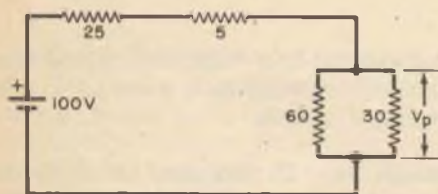

Fig. 18
**Esempio 17** - Trovare la tensione ai capi dei resistori in parallelo della fig. 18. Soluzione:  $60 // 30 = 20 \Omega$ . Quindi,  $V_p = 20 \times 100 / (25 + 5 + 20) = 40 \text{ V}$ .